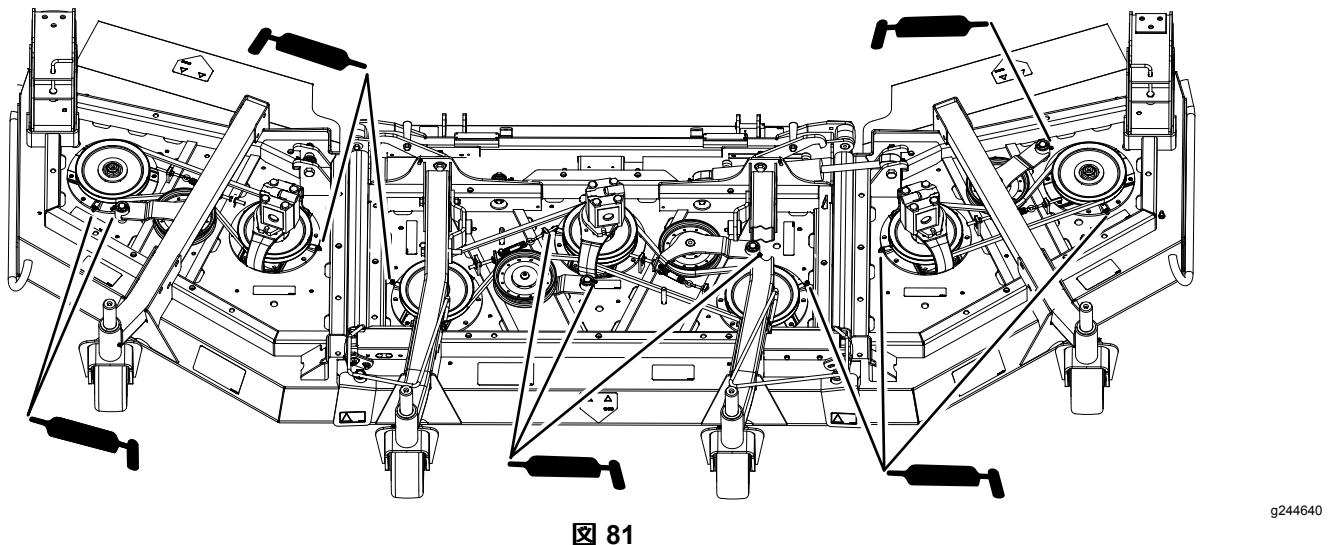

図 81
- ・ スピンドルシャフトのベアリング3ヶ所プーリの下 図 81。
- ・ アイドラームのピボットのブッシュ2ヶ所 図 81